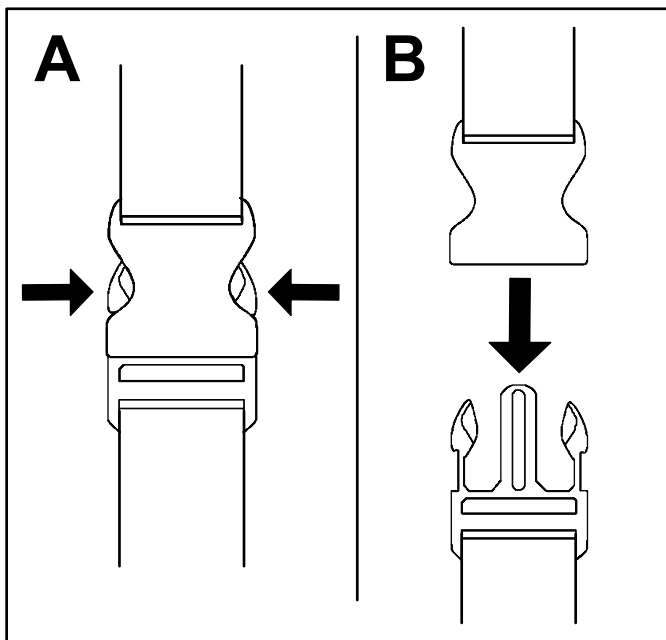

Figura 13
1. Presione hacia dentro los lados de la hebilla (Figura 13, A).
2. Deje que se desconecte la hebilla (Figura 13, B).